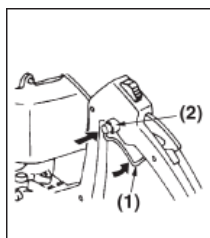

FIG. 2
2. Tirez le levier de l'accélérateur et poussez le bouton de verrouillage pour mettre le levier en position START. (Fig. 2)